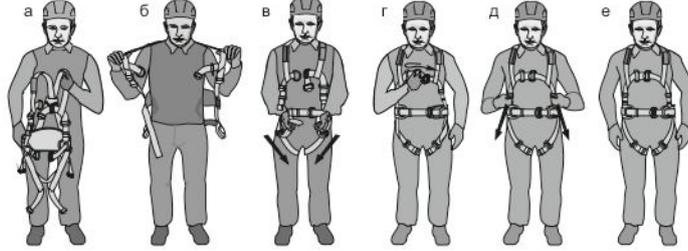
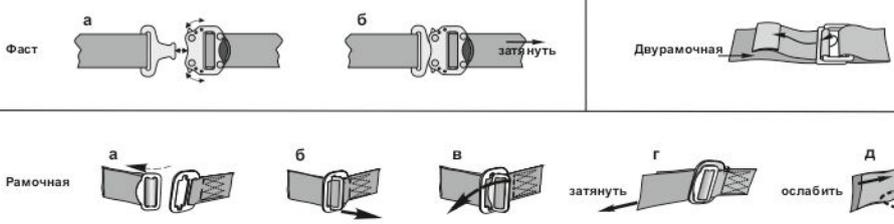

Рис. 5. Блокировка фронтальной точки А
Рис. 7. Правильное положение страховочной точки А на спине
**Внимание!** Фронтальная страховочная точка перед началом применения требует блокировки (рис. 5).
Порядок надевания привязей см. на рисунке 4. Способы заправки и регулировки ленты в пружках представлены на рисунке 6. Правильно наденьте привязь. Отрегулируйте привязь на туловище. Затяните ремни пояса и ножных лент, правильно расположив страховочные точки на груди и спине (рис. 7). Проверьте степень натяжения лент (рис. 8). Сблокируйте две страховочные точки А/2 в одну (рис. 5). **Запрещено использовать несблокированную точку А/2!**